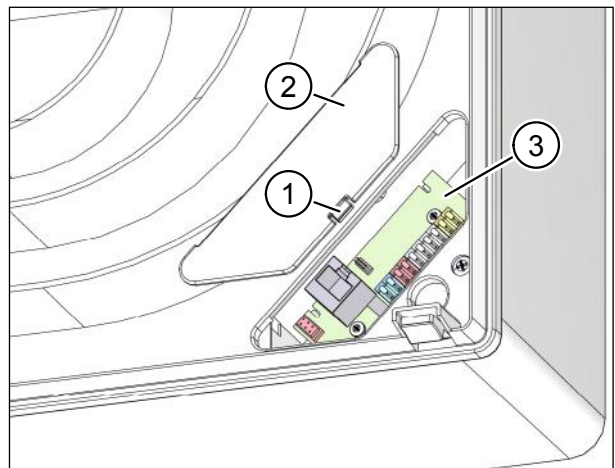

Abb. 3: Netzwerkdeckel abnehmen
- ▶ Drücken Sie den Rasthaken (Pos. 1 in Abb. 3) des Netzwerkdeckels leicht zur Gerätemitte und heben Sie den Netzwerkdeckel ab. Die RS-485-Platine (Pos. 3 in Abb. 3) befindet sich unter dem Netzwerkdeckel.
- ▶ Setzen Sie den Netzwerkdeckel (Pos. 2 in Abb. 3) wieder ein.